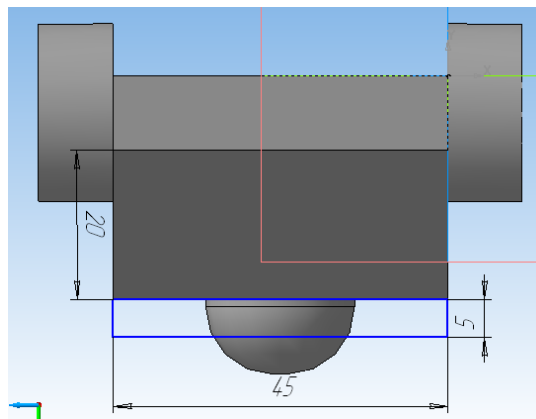

Рис. 11
12. Постройте эскиз с помощью параллельных, вертикальных прямых и прямоугольника. Примените операцию *Вырезать выдавливанием* . Направление прямое. Вырезать на расстояние, Расстояние: 1 – 70 мм (рис. 11).